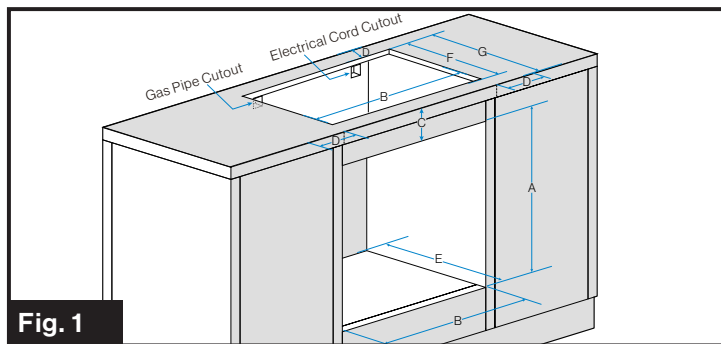

Fig. 1
**REMARQUE :** Lorsque l'appareil est utilisé avec une surface de cuisson à gaz ou à induction Furrion, la découpe du boîtier doit être située en fonction du dégagement minimal par rapport aux matériaux combustibles (dégagement minimal par rapport aux matériaux combustibles : 2 pouces des côtés arrière, gauche et droit (voir la dimension D à la figure 1) et 30 pouces du dessus si une surface de cuisson a été installée). Lors de la planification de l'emplacement, envisagez la possibilité de présence des rideaux ou d'autres matériaux combustibles autour du four.
## Four à gaz avec surface de cuisson à gaz ou électrique (Fig. 1)